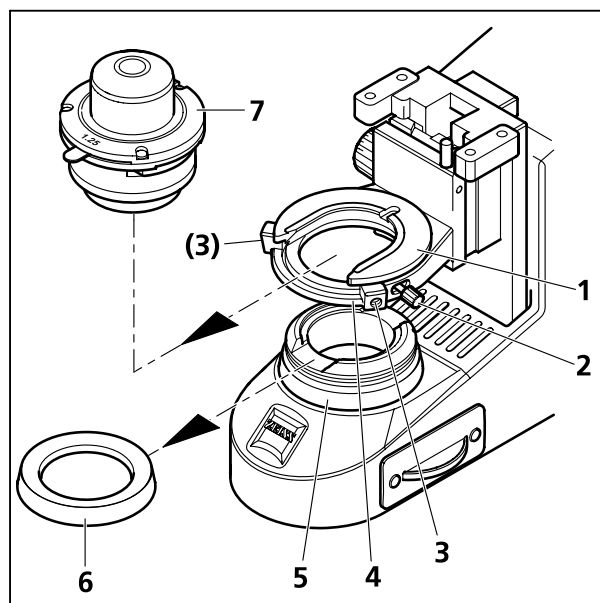
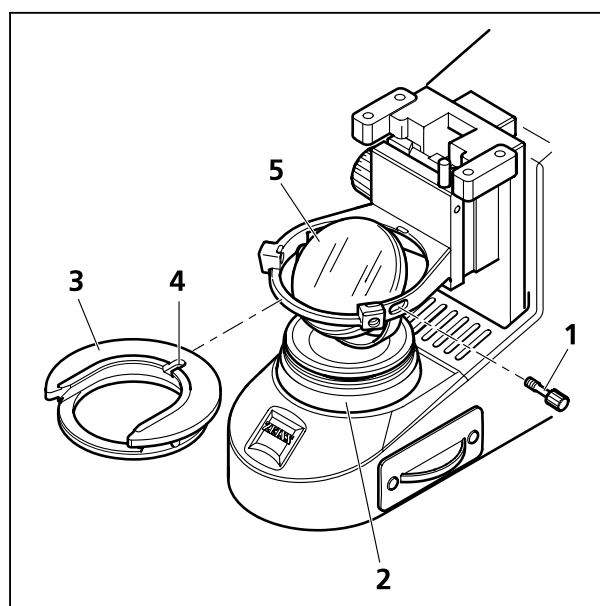

Fig. 30 Dépose et pose du condenseur
Fig. 31 Pose et dépose du miroir
- Dévissez la bague de recouvrement (Fig. 30/6) qui recouvre le diaphragme de champ lumineux (Fig. 30/5).
- Dévissez la vis de butée (Fig. 30/8) et abaissez entièrement le support de condenseur à l'aide de la vis moletée dédiée au réglage en hauteur.
- A l'aide d'une clé à six pans creux, desserrez la vis de blocage (Fig. 30/2) du condenseur et les vis de réglage (Fig. 30/3) du support de condenseur (Fig. 30/4) juste ce qu'il faut pour pouvoir extraire le condenseur (Fig. 30/7) par l'avant. Sortez le condenseur (Fig. 30/7).
- Dévissez complètement la vis de blocage (Fig. 30/2 ou Fig. 31/1) pour la retirer du support de condenseur (Fig. 30/1 ou Fig. 31/3).
- Repoussez le support de condenseur monté sur ressort afin de pouvoir l'extraire du support de condenseur (Fig. 30/4) en le tenant légèrement incliné.
- Insérez le miroir (Fig. 31/5) par le haut à travers l'ouverture du support de condenseur pour le déposer sur la surface d'appui du diaphragme de champ lumineux (Fig. 31/2). Veillez à ce qu'il soit posé bien à plat.